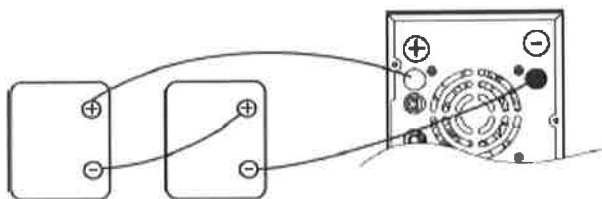

Рисунок 2
2) **Последовательное присоединение нескольких аккумуляторных батарей (смотрите рисунок 2):** Все аккумуляторные батареи должны быть одного номинального напряжения и одной ёмкости в ампер-часах. Сумма их электрических напряжений должна соответствовать номинальному напряжению постоянного тока изделия.